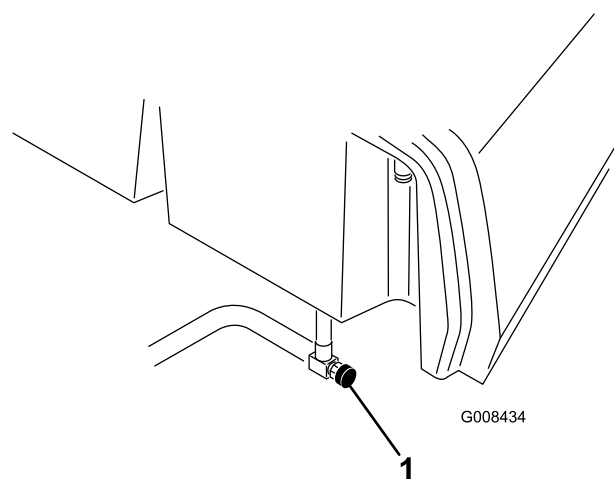

Figure 40
1. Fermez le robinet d'arrivée de carburant (Figure 40) sous le réservoir.